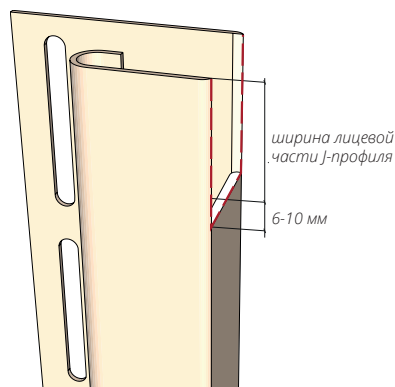
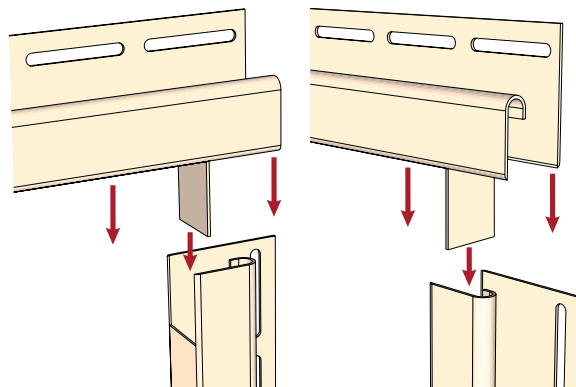

Рисунок 41
Рисунок 42
**12.11** J-профиль, монтируемый в нижней части соединения, необходимо подрезать согласно рис. 41. Смонтируйте J-профили согласно рис. 42, соблюдая общие правила монтажа.